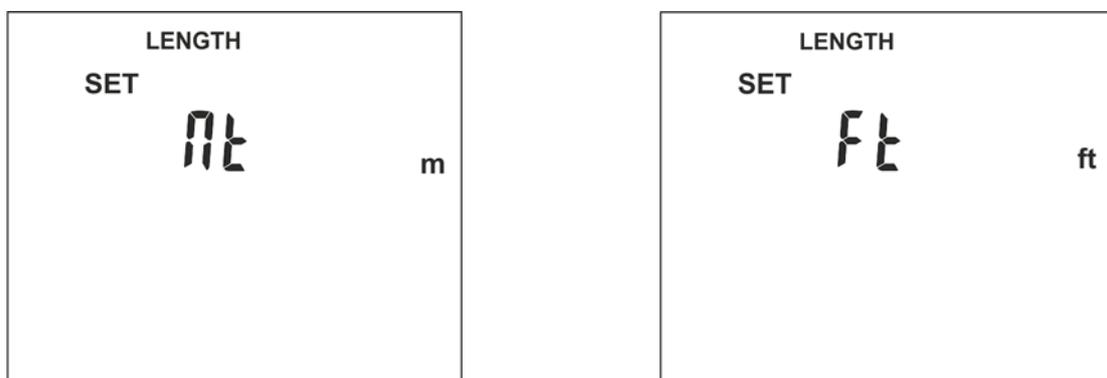

Fig. 6: Sélection de l'unité de mesure de la longueur
1. En maintenant le bouton **L/W** enfoncé, allumer l'instrument en appuyant sur le bouton ①. L'instrument affiche la page-écran de Fig. 6 – partie gauche